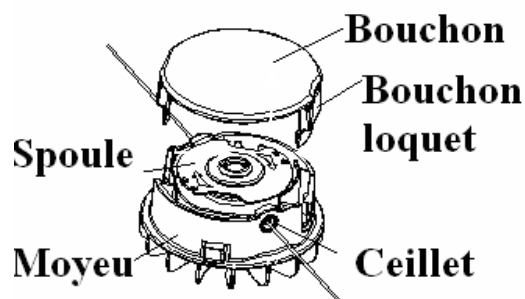

Fig. 21
2. Enlevez l'ensemble de la bobine de la débroussailleuse. Pour ce faire, appuyez d'une main sur les languettes de fermeture du couvercle. Enlevez le couvercle de la tête coupe. (Fig. 21) Retirez la bobine.